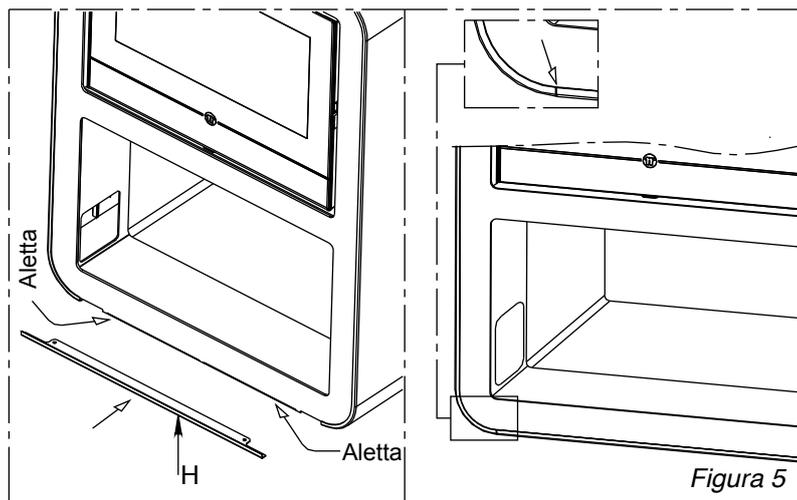

Figura 5
- In seguito procedere ad inserire il profilo inferiore H deformando leggermente le alette di aggancio sulla stufa con l'ausilio di un cacciavite piatto (Figura 5).